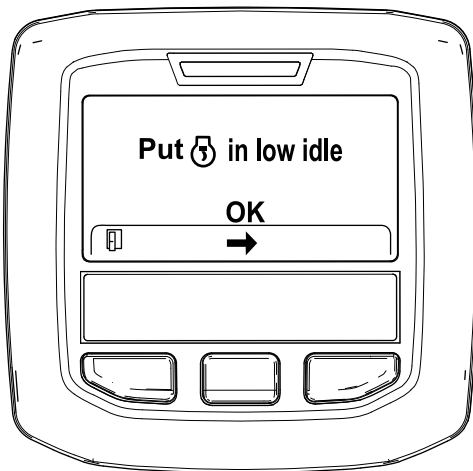

Figura 48
6. Spostate il comando dell'acceleratore in posizione di MINIMA INFERIORE e premete il pulsante centrale (Figura 48).